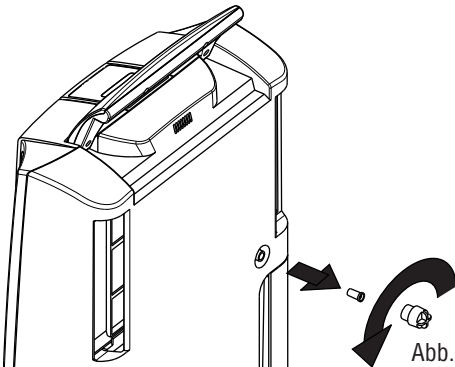

Abb. 2
- 1) Den Verschluss für den Dauerabfluss abschrauben, indem Sie ihn nach links drehen und den Gummistöpsel vom Auslaufstutzen entfernen (Abb. 2).